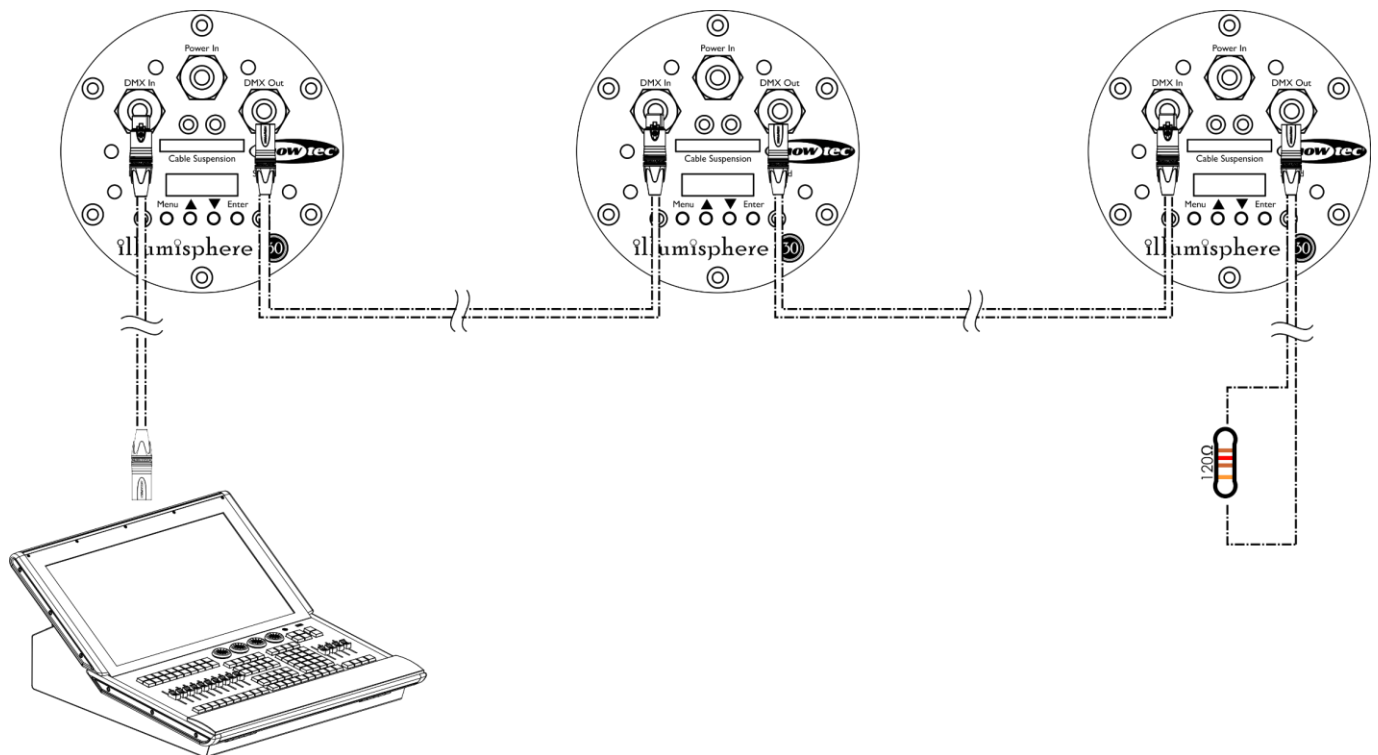

Fig. 08
- 03) Ripetere il passaggio 2 per collegare tutti i dispositivi in un collegamento a margherita come indicato nella Fig. 08.